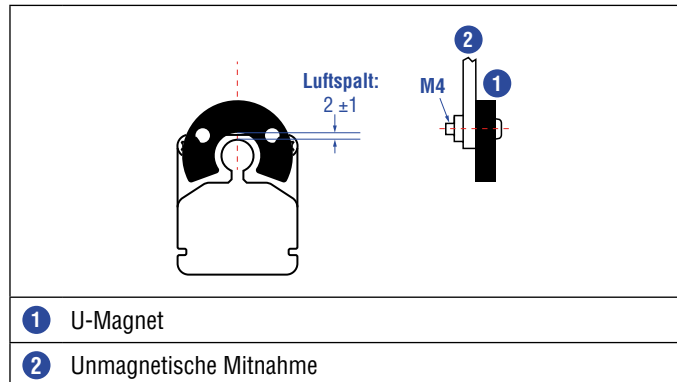
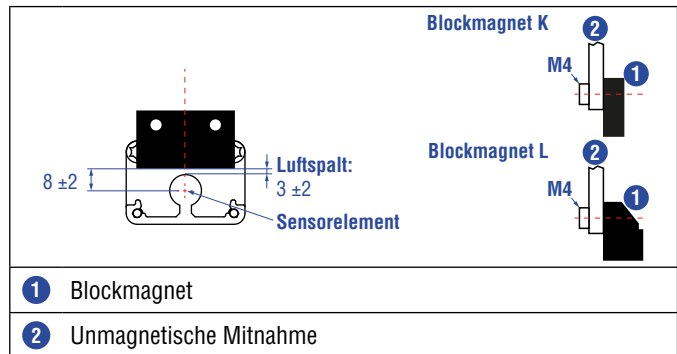

Abb. 16: Montage U-Magnet (Artikelnr. 251 416-2), Beispiel EP Sensor
Abb. 17: Montage Blockmagnet K (Artikelnr. 251 298-2) und Blockmagnet L (Artikelnr. 403 448), Beispiel EL Sensor
- Montieren Sie Blockmagnete zentriert über dem Messstab oder dem Sensorprofil. Maximal zulässigen Luftspalt nicht überschreiten (Abb. 16, Abb. 17).